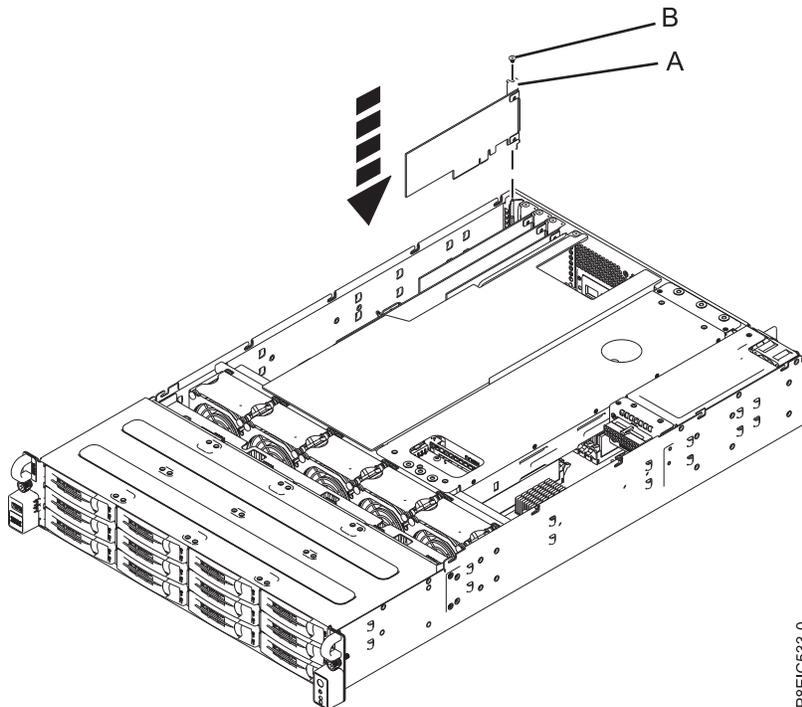

Figura 53. Instalando o adaptador PCIe (A) e parafuso (B)
4. Insira o adaptador PCIe de substituição (A) no painel traseiro do sistema, alinhando-o corretamente e inserindo-o completamente para dentro do slot.
5. Insira o parafuso de retenção (B) e aperte-o para prender o adaptador PCIe no sistema, conforme mostrado na Figura 53 na página 47.